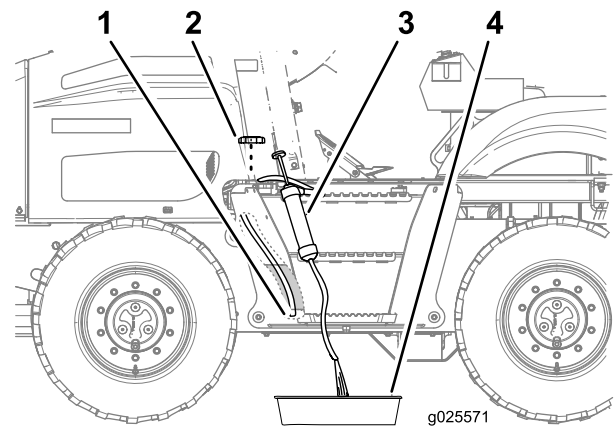

Figura 72
2. Inserite il flessibile di ingresso dell'attrezzatura per il pompaggio attraverso il bocchettone di riempimento del serbatoio del carburante e verso il fondo dello stesso (Figura 72).
3. Dirigete il flessibile di scarico dell'attrezzatura per il pompaggio in una bacinella (Figura 72).
6. Montate il tappo carburante sul bocchettone di riempimento del serbatoio del carburante (Figura 72).
1. Rimuovete il tappo dal serbatoio del carburante (Figura 72).